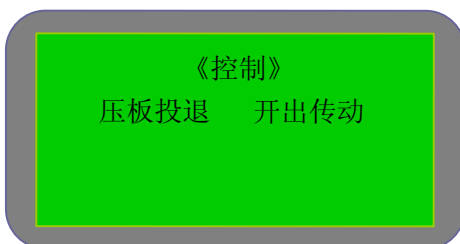
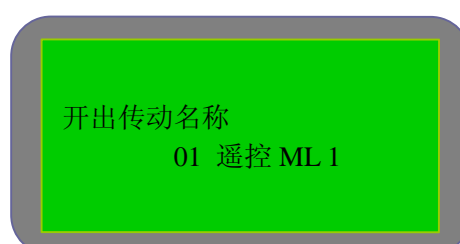

图 5-5
图 5-5-1
- 控制：在主菜单选择“控制”，进入控制界面，如图 5-5。有两个选项：压板投退（软压板投退）、开出传动（测试出口）。本装置无软压板。选择开出传动如图 5-5-1，按“上移”键或“下移”键选择所测试的出口，选定后出现界面 5-5-2，操作须输入密码 8888。